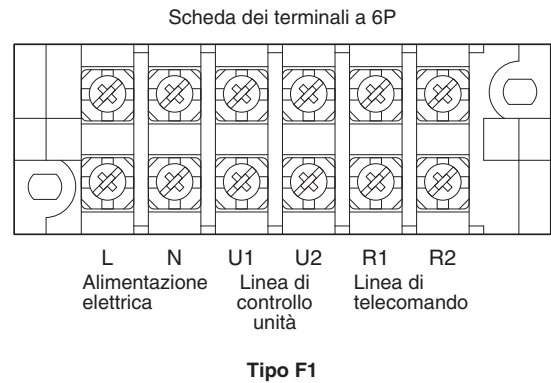

Fig. 4-2
- (1) Per una spiegazione di "B", "C", "D" ed "E" nei diagrammi che seguono, consultare la sezione 4-2 "Lunghezza e diametro raccomandati dei fili per il sistema di alimentazione".
- (2) Lo schema di collegamento di base dell'unità interna mostra la scheda dei terminali; la scheda installata nell'unità in uso potrebbe tuttavia differire. (Fig. 4-2)
- (3) L'indirizzo del circuito refrigerante (R.C.) deve venire impostato prima di accendere il sistema.
- (4) Per quanto riguarda l'impostazione dell'indirizzo del circuito del refrigerante (R.C.) si prega di vedere le istruzioni per l'installazione fornite con il telecomando (opzionale). L'impostazione automatica dell'indirizzo può essere eseguita automaticamente dal telecomando. Anche per questa operazione si prega di vedere le istruzioni per l'installazione fornite con il telecomando (opzionale).